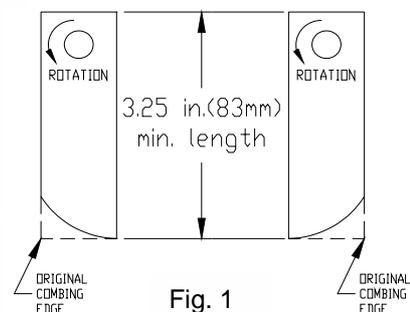

Fig. 1
- Controllare lo stato di usura delle lame, sostituendo tempestivamente le lame piegate o spezzate. Misurare la lunghezza complessiva delle lame (vedi fig. 1.)